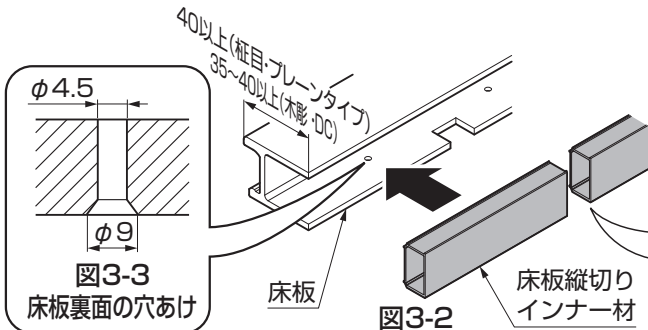

図3-2
- ②床板縦切りインナー材を必要な長さに切断してください。(図3-2)